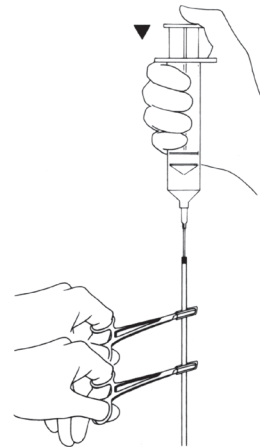

Figura 4-4e. Pince el manguito
11. Una vez eliminados el aire y el fluido y con el manguito totalmente vacío, utilice dos pinzas hemostáticas de mosquito con protector de tubo para conseguir un pinzamiento doble de los tubos del manguito (sólo una muesca), a unos 3 cm por debajo de la aguja y, de nuevo, 3 cm por debajo de la primera pinza hemostática. (Figura 4-4e)